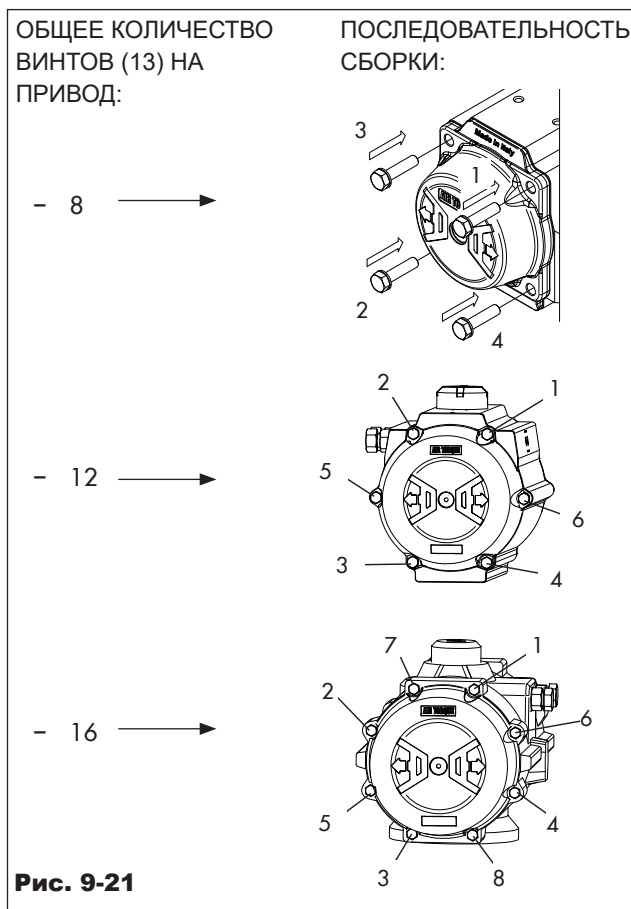

Рис. 9-21
- Закрепите торцевую крышку (30/30R), частично затянув винты (13), на 1 оборот за раз, следуя последовательности, указанной на рис. 9-21.
- ➔ Соблюдайте последовательность, показанную на рис. 9-21.
- Завершите затяжку винтов (13), затягивая каждый винт на 1 оборот за раз в последовательности, показанной на рис. 9-21.